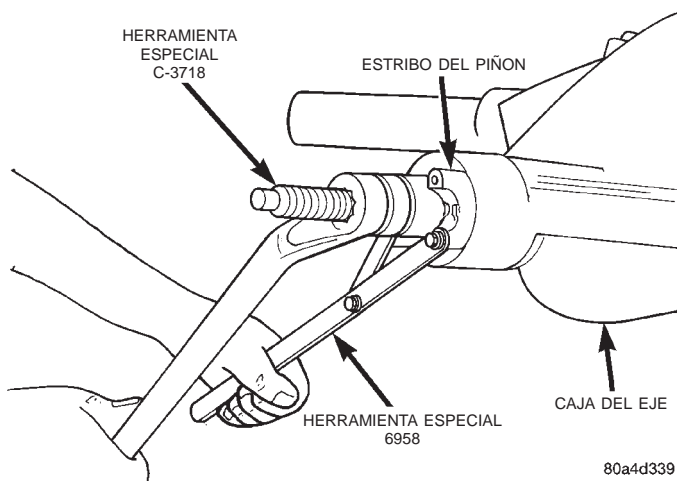

Fig. 13 Instalación del estribo del piñón
(2) Instale el estribo en el piñón satélite con el instalador C-3718 y la herramienta de sujeción 6958 (Fig. 13).